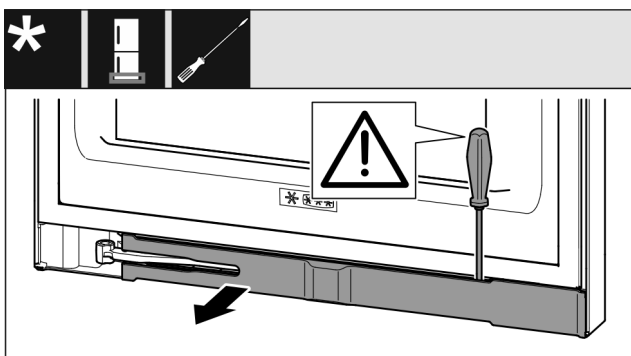

Fig. 13
- ▶ Pattintsa ki a takarólemezt lapos csavarhúzóval, és fordítsa oldalra Fig. 13 ().